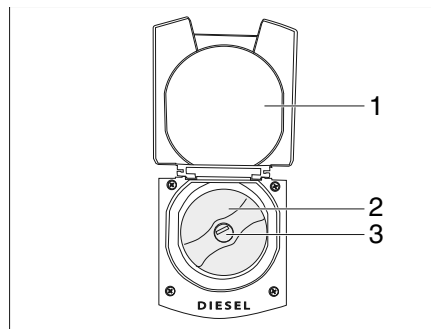

Fig. 38 Clapet de fermeture ouvert avec bec de remplissage de carburant
- Fermer le clapet de fermeture (Fig. 38,1).